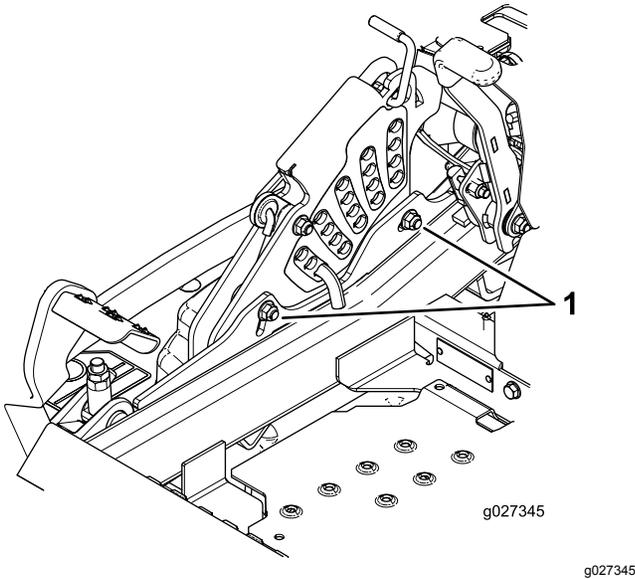

Figura 99
borde inferior de la pletina de altura de corte (Figura 99).
13. Apriete los 2 pernos en el borde inferior de la pletina de altura de corte (Figura 99).